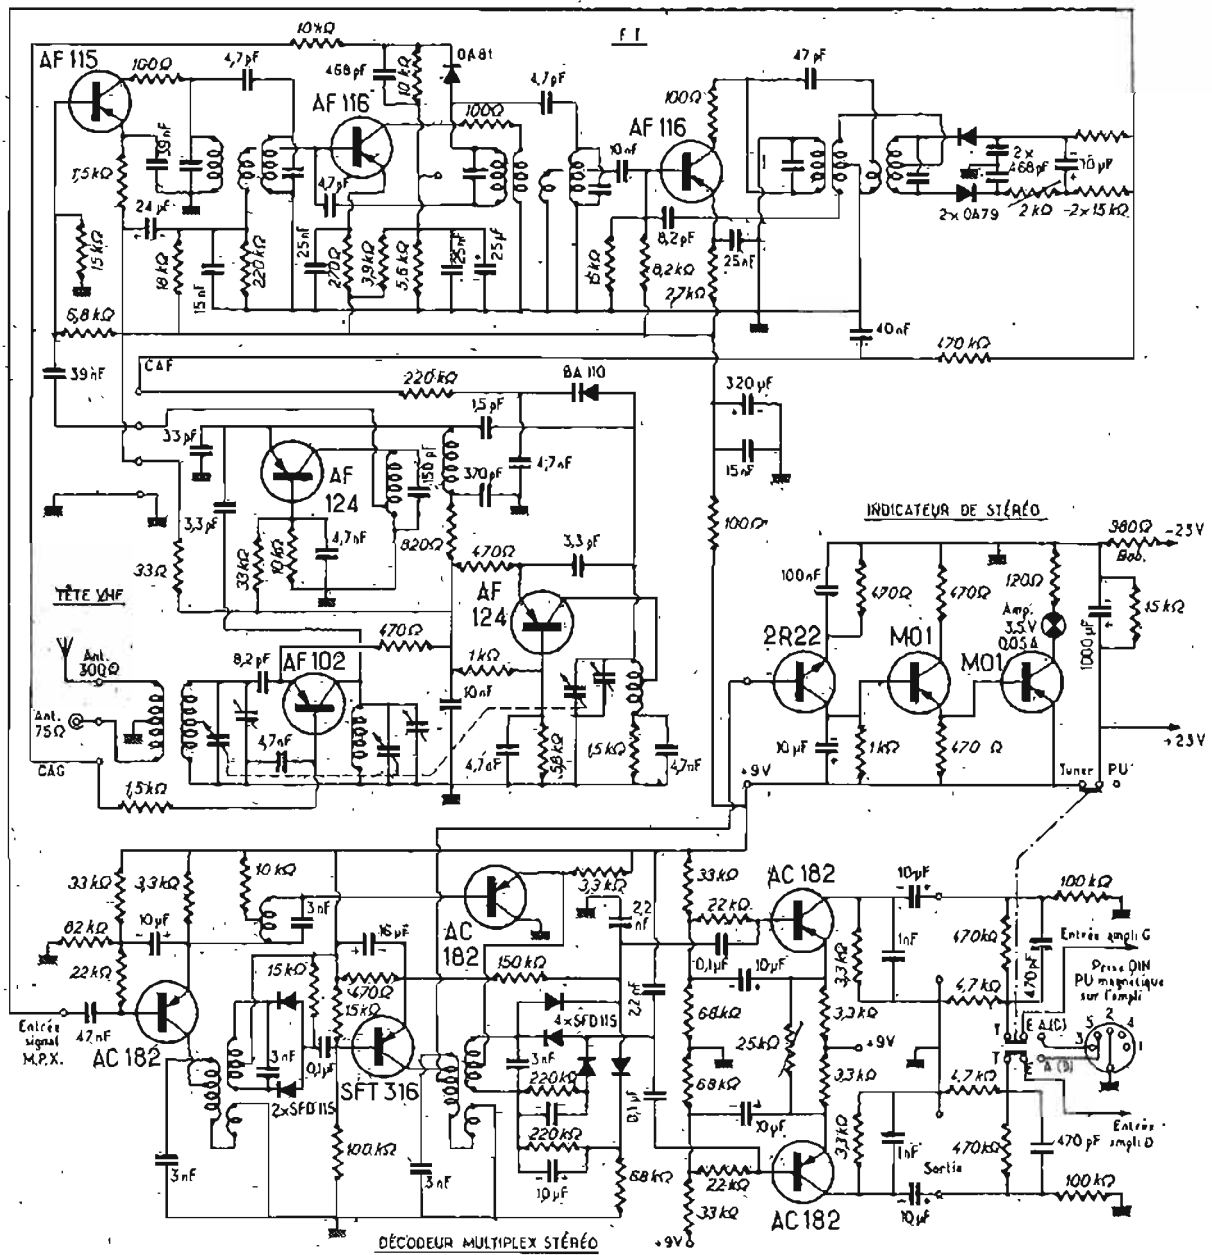

Fig 2. — Schéma de principe du tuner
- Impédance d'entrée : entièrement identique à la première. Seules les liaisons au commutateur PU-Tuner (voir fig. 2) sont représentées. Elles seront à établir aux mêmes points que
La partie tuner (fig. 2) comprend :